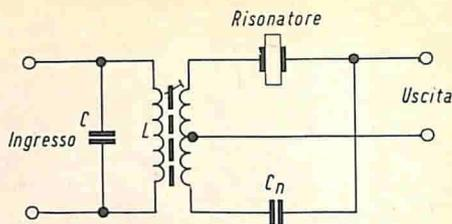

Fig. 7 - Schema di principio di un filtro di second'ordine impiegante un risonatore ceramico.
Il filtro che illustreremo (fig. 7) è formato da un risonatore ceramico e da un circuito accordato (LC). Secondo questa disposizione, il risonatore ceramico si comporta come un elemento selettivo inserito tra il circuito accordato LC ed il carico. Viene aggiunto in più un condensatore di bilanciamento C_n che serve ad ottenere una soddisfacente reiezione delle frequenze fuori-banda. Questo condensatore serve ad eliminare la risonanza-parallelo del risonatore (antirisonanza) e permette di avere un'impedenza di trasferimento del filtro (Z_T) che decresce lentamente al di fuori della banda passante; i punti zero si troveranno quindi alla frequenza zero e all'infinito.